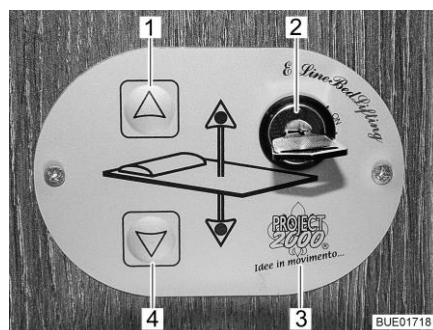

Bild 96 Kontrollenhet
Med knapparna (Bild 96,1 och 4) på kontrollenheten (Bild 96,3) sänks och lyfts den höjbara sängen. Med nyckelbrytaren (Bild 96,2) säkras kontrollenheten mot obehörig användning.
- Vrid nyckeln i nyckelbrytaren (Bild 96,2) 90° medurs på ställningen "On". Kontrollenheten (Bild 96,3) är aktiverad.
- Tryck på pilknappen (Bild 96,4) och håll den så länge intryckt till den höjbara sängen sänks ned till önskad position.
- Tryck på pilknappen (Bild 96,1) och håll den så länge intryckt till den höjbara sängen lyfts fram till gränsställningen.
Om den höjbara sängen inte längre går att flytta med pilknapparna (Bild 96,1 och 4) kontrollera först säkringarna (se avsnitt 9.10.1). Om säkringarna är okej och den höjbara sängen ändå inte går att flytta kan den höjbara sängen manövreras manuellt i nöddrift.